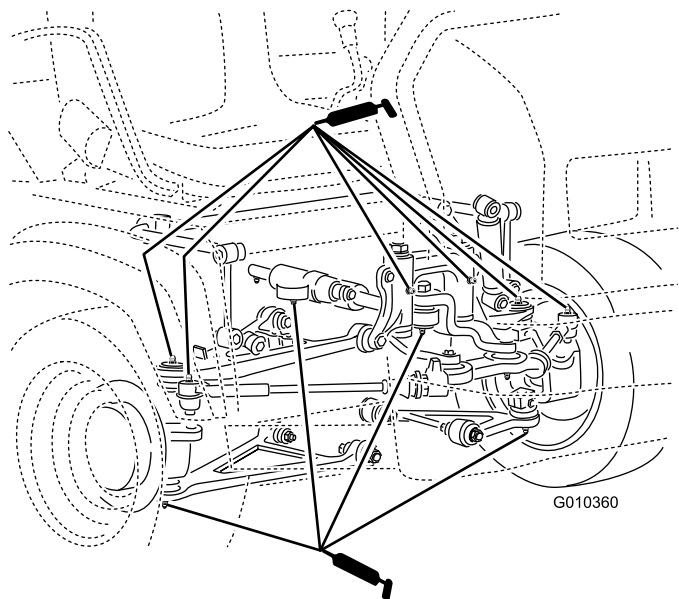

图 29
- 球窝接头4 个请参阅图 29
- 横拉杆2 个请参阅图 29
- 枢轴安装座2 个请参阅图 29
- 转向油缸2 个请参阅图 29